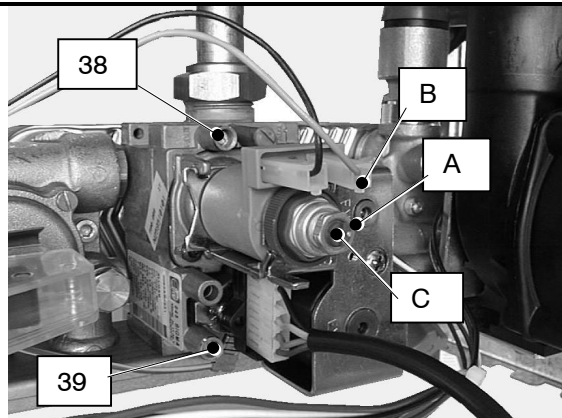

Fig. 6.4
2. Open the gas valve inlet pressure test point (38 in Fig. 6.4) at the valve input, connect a suitable pressure gauge, check the gas pressure of the supply network and compare the value on the gauge with the value indicated in the sections 4.4 or 4.5 (gas supply pressures).
2. Откройте клапан для проверки давления газа (38 на рис. 6.4), подключите соответствующий измерительный прибор, измерьте давление газа в сети и сравните его показания со значением, указанным в разделе 4.4, 4.5 (давление газа в сети).
| <p>4. Loosen the internal screw 37(Fig. 6.4) on the Outlet Pressure Test Point of the Gas Valve and connect a pressure gauge using a suitable hose.</p> <p>5. Set the d.h.w. and c.h. temperature control knobs to their maximum position.</p> <p>6. Switch on the boiler and open at least one hot water tap fully.</p> <p>7. Check the maximum gas pressure and compare the value on the gauge with the value indicated in the sections 4.4, 4.5 (gas pressures at the burner), accordingly with the model of boiler installed.</p> <p>8. To adjust the pressure rotate the maximum gas pressure adjustment (A in Fig. 6.4) until you obtain the required pressure (by rotating clockwise the pressure increases).</p> <p>9. Switch off the boiler.</p> <p>10. Disconnect the gas modulator coil by removing the electrical connector B (Fig. 6.4).</p> | <p>4. Ослабьте внутренние болты 37 (рис.6.4) на выходной контрольной точке газового клапана и подсоедините датчик давления, используя подходящий шланг.</p> <p>5. Установите рукоятки регулировки температуры горячей воды и отопления на максимальные значения.</p> <p>6. Включите котел и откройте хотя бы один кран с горячей водой на полную мощность.</p> <p>7. Проверьте максимальное давление газа и сравните его значение со значениями, указанными в разделах 4.4, 4.5 (давление газа на горелке), в соответствии с моделью установленного котла.</p> <p>8. Чтобы увеличить давление, поверните регулировку максимального давления газа (A рис. 6.4) до тех пор, пока Вы не получите необходимое давление (при вращении по направлению часовой стрелки, давление возрастает)</p> <p>9. Выключите котел.</p> <p>10. Отключите модулирующую газовую катушку, отсоединив электрический контакт В (рис.6.4).</p> |
| <p>11. Switch on the boiler.</p> <p>12. Check the minimum gas pressure and compare the value on the gauge with the value indicated in the sections 4.4, 4.5 (gas pressures at the burner), accordingly with the model of boiler installed. To adjust the pressure rotate the minimum gas pressure adjustment (C in Fig. 6.4) until you obtain the required pressure (by rotating clockwise the pressure increases).</p> | <p>11. Включите котел</p> <p>12. Проверьте минимальное давление газа и сравните его значение со значениями, указанными в разделах 4.4, 4.5 (давление газа на горелке), в соответствии с установленной моделью котла. Чтобы увеличить давление, поворачивайте регулятор минимального давления газа (C на рис.6.4) до тех пор, пока не получите необходимые показатели (при вращении по направлению часовой стрелки, давление возрастает)</p> |